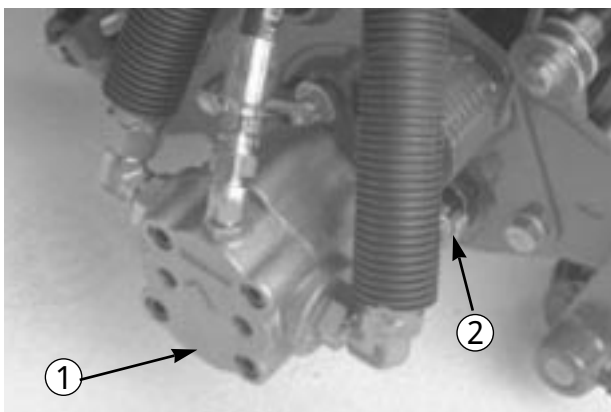

図 10
9. リールモータを固定するための取り付けナットを各カuttingユニットに装着する（図10）。ネジ山が12 mm程度突き出るようにする。